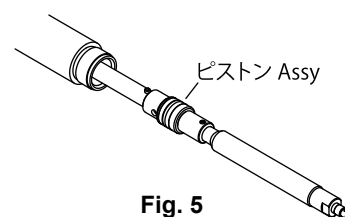

Fig. 5
- 7) 次にサクションチューブよりプランジャーロッドを持って引き出しますと、ピストンAssy及びコネクティングスタッドのAssyが抜出せます。(Fig. 5)